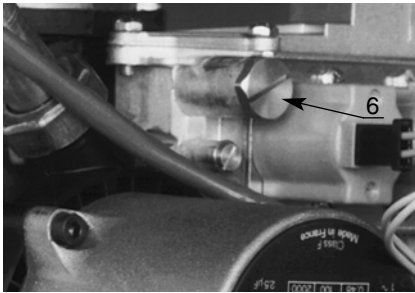

Fig. 19
- ôter le bouchon et agir sur la vis (6) (fig.19) (en dévissant on augmente le débit de gaz, en vissant on le diminue).